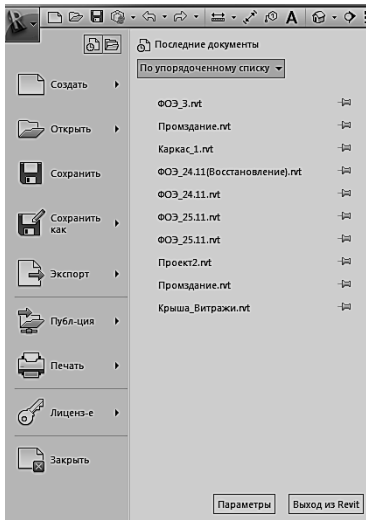

Рис. 2. Меню приложения
- через кнопку *Меню приложения* , которая находится в левом верхнем углу (рисунок 2),